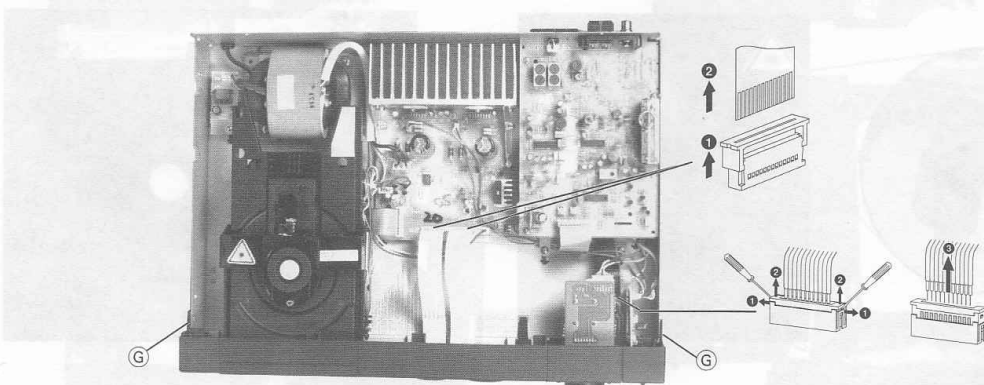

Fig. 5
- Die seitlichen Rastungen (G) (Fig. 5) ausrasten.
- Steckverbinder lösen (Fig. 5).
- Disengage the catches (G) (Fig. 5) at the sides.
- Disconnect the plug-in connections (Fig. 5).